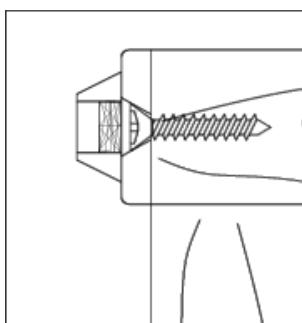

Figura 1
2) **PARA MONTAR LAS PLACAS DE MUEBLE:** Coloque el mueble cerca de la pared en su posición final. Utilice cinta adhesiva o lápiz para transferir la ubicación de las vigas en la pared al mueble. Mueva el mueble nuevamente para poder accesar la parte trasera y utilizar las marcas para ubicar un lugar adecuado para colocar las placas del lado del mueble. Asegurese que la placa está ubicada en una parte firme y del mueble y tan alto como sea posible. Recuerde: La placa del mueble debe colocarse cerca de una viga en la pared. Utilice un lápiz, y la placa de montaje como guía, coloque "marcas de tornillos" en el mueble a traves de los agujeros en la placa de montaje. Utilice una mecha de taladro de 3/32" para perforar agujeros piloto en las "marcas de tornillos". Utilice DOS tornillos cortos para asegurar la placa en el mueble. Estaplaca puede colocarse en posición vertical u horizontal como se a necesario. (Vea Figura 1).